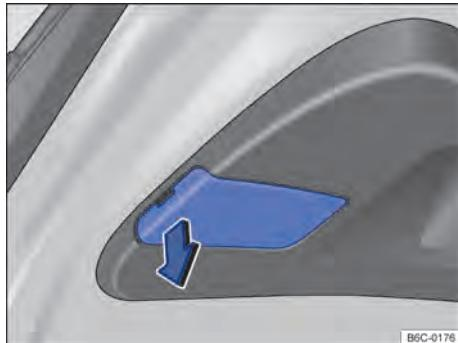

Fig. 134 Na tampa traseira: desmontar a cobertura da lanterna traseira.
3. Remover cuidadosamente a cobertura →  Fig. 134 na tampa pelo rebaixo existente.